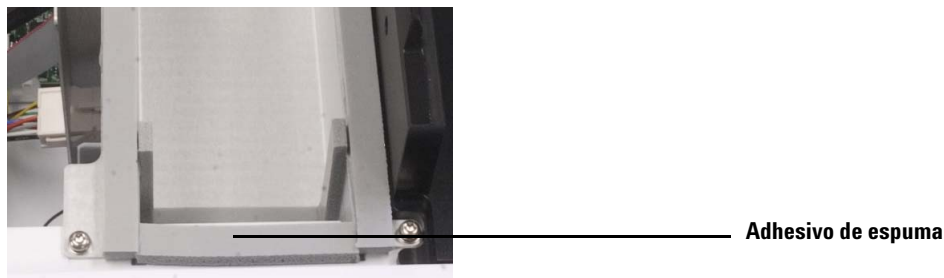

Figura 35 Instalación del adhesivo de espuma del chasis de la estructura principal
- 11** Instale el adhesivo de espuma en el chasis de la columna principal como se muestra en la Figura 35.